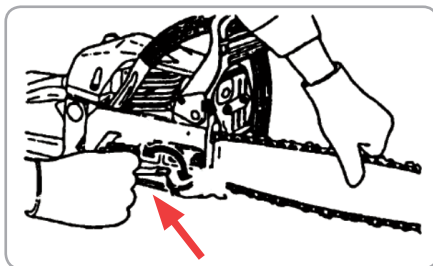

Fig.4
- La fiecare rotație completă a șurubului întinzător, mișcați liniar pentru a vă asigura că lanțul se află pe ghidajul șinei. Continuați rotirea în sensul indicat în fig. 4 până la tensionarea lanțului pe șină.